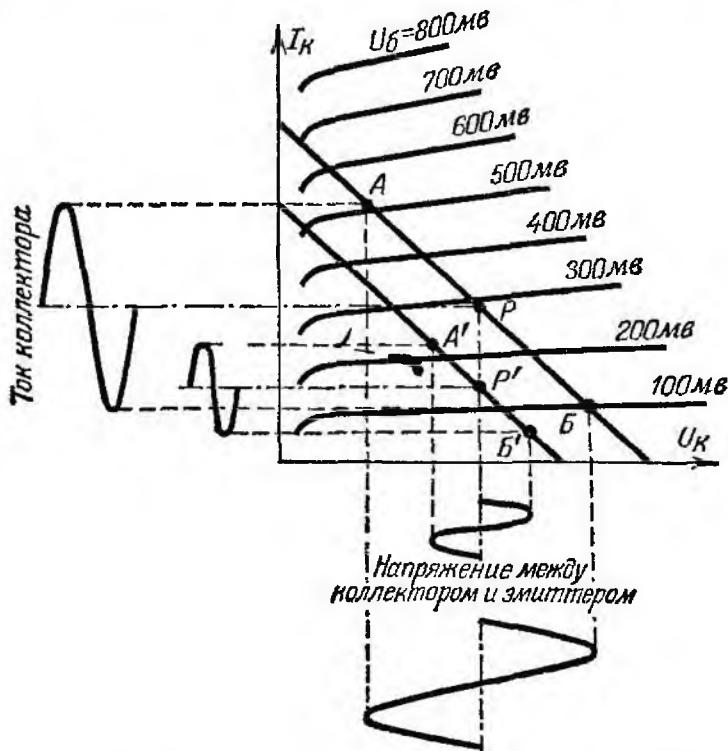

Рис. 99. Когда амплитуда сигнала снижается, выгоднее переместить рабочую точку из  $P$  в  $P'$ .
**Н.** — Не совсем. Насколько все идет хорошо при большом сигнале, настолько же я прихожу в отчаяние от непомерного расхода энергии при слабых сигналах или в отсутствие усиливаемого сигнала. Какова бы ни была амплитуда, потребление тока всегда одинаково — оно соответствует точке  $P$ . А ведь для слабых сигналов рабочую точку можно было переместить ниже на другую нагрузочную прямую, соответствующую меньшим токам, например в точку  $P'$  (рис. 99). В результате потребление энергии сократилось бы и мы сэкономили бы на батареях, которые обходятся достаточно дорого.